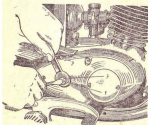

Рис. 170. Регулировка сцепления:
**Силовая передача.** а) Регулировка сцепления легких мотоциклов. Регулировка свободного хода рычага управления сцеплением (рис. 170) производится регулировочным винтом с помощью отвертки и гаечного ключа. Для регулировки необходимо ослабить контргайку 3 и отверткой повернуть винт 1. При повороте винта по часовой стрелке ход рычага уменьшается, а при повороте против часовой стрелки — увеличивается. Величина свободного хода рычага сцепления в мотоциклах Минского завода (М1А, М1М, и